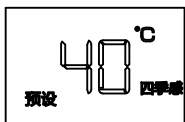

图32
4. 四季感模式（如图32）：根据进水温度，系统自动调节设置温度，使用户随时能获得最舒适的热热水供应。